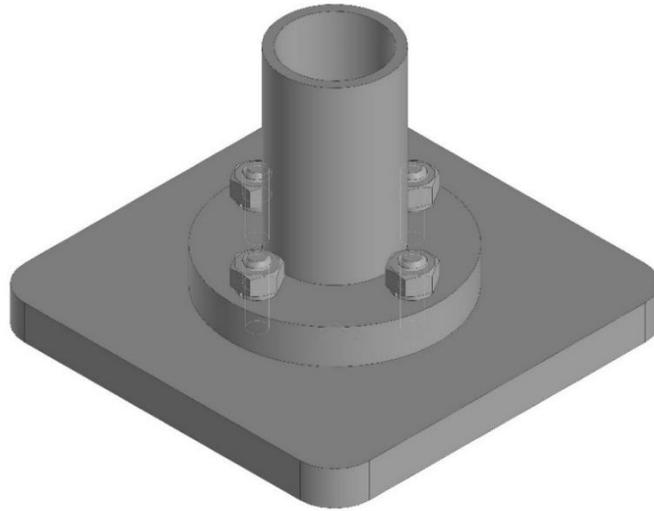

Рисунок 5.2 – Готова Збірка
4. з'єднати основу та циліндр за допомогою болтового з'єднання, використовуючи додаток Toolbox (рис. 5.2);